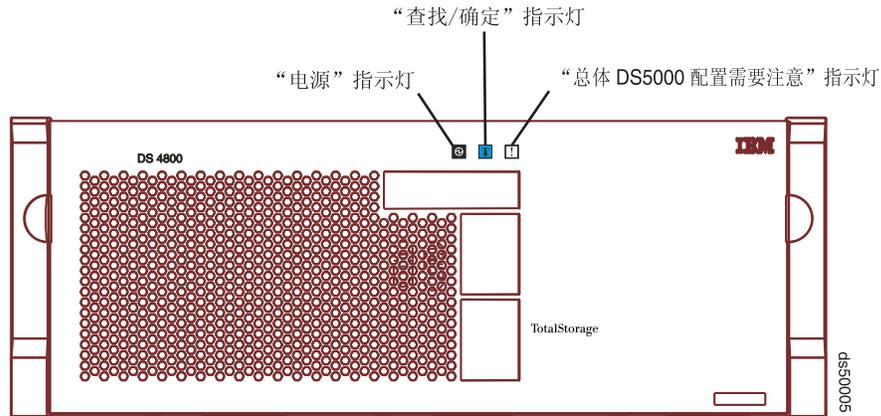

图 118. DS5100 和 DS5300 前挡板上的“总体配置需要注意”指示灯
1. 通过检查存储子系统前挡板上的“总体配置需要注意”指示灯，查找出故障的互连电池单元。(图 118 显示了前挡板上“总体配置需要注意”指示灯的位置。)